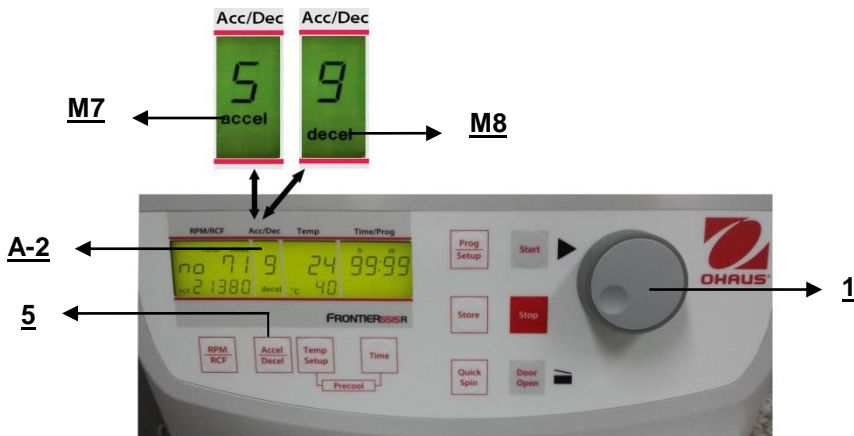

Figure. 18
Cette fonction est activée avec la touche "Accel/Decel" (5) (voir la figure 18). En appuyant une fois sur la touche, le mot "accel" (M7) clignote sur l'affichage "Acc/Dec" (A-2). L'accélération désirée peut être présélectionnée en réglant le bouton (1). La valeur 0 est équivalente à la plus faible accélération et la valeur 9 correspond à la plus élevée. En appuyant deux fois sur la touche "Accel/Decel" (5), le mot "decel" (M8) apparaît sur l'affichage "Acc/Dec" (A-2). Dorénavant, l'intensité de freinage désirée peut être présélectionnée en réglant le bouton (1). La valeur 9 est équivalente à la durée de freinage la plus courte et la valeur 0 correspond à la plus longue.